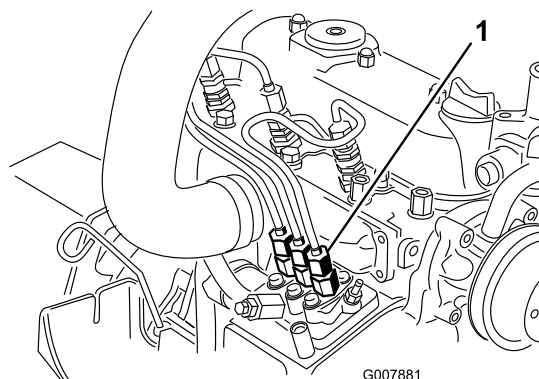

Figure 48
1. Placez un chiffon sous le raccord du tuyau allant de la pompe d'injection à l'injecteur N° 1 comme illustré à la Figure 48.